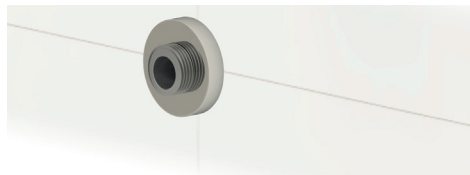

Рис. 6
5.6. Установите на эксцентрики декоративные отражатели (рис. 6), служащие для маскировки мест подключения полотенцесушителя в водорозетки.